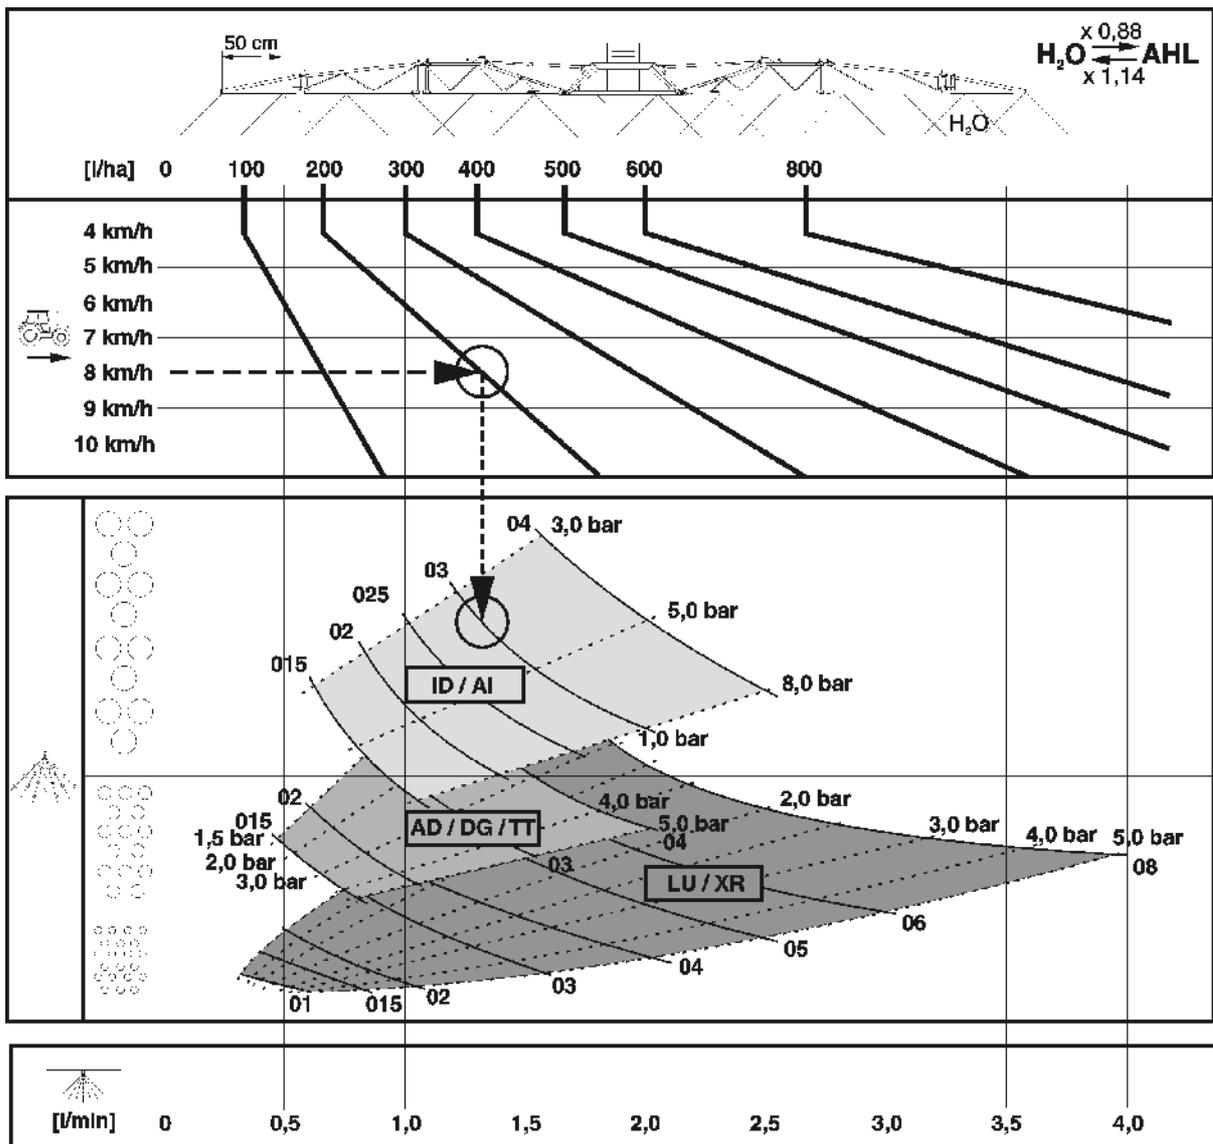

Fig. 155
- Fig. 155 anvendes til at finde den egnede dysetype. Dysetypen skal bestemmes ud fra